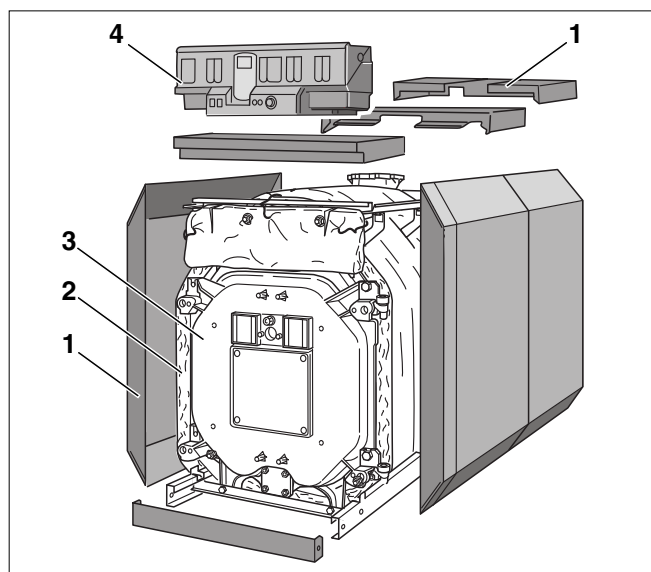
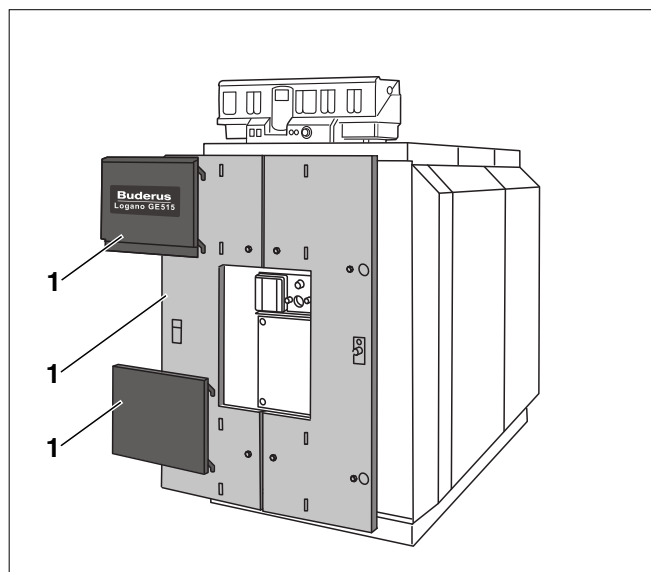

Рис. 1 Специальный отопительный котел Logano GE515 на дизельном и газовом топливе
Рис. 2 Специальный отопительный котел Logano GE515 на дизельном и газовом топливе
- Блок котла (рис. 1, Поз. 3).
- Обшивка котла (облицовка рис. 1 и рис. 2, пп. 1), теплоизоляция (рис. 1, Поз. 2).
- Система управления (рис. 1, Поз. 4)